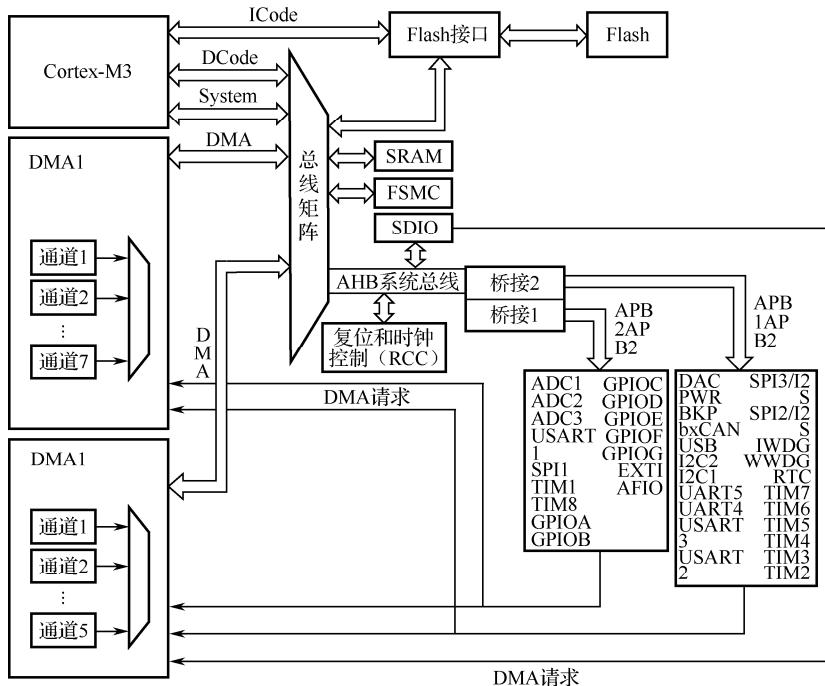
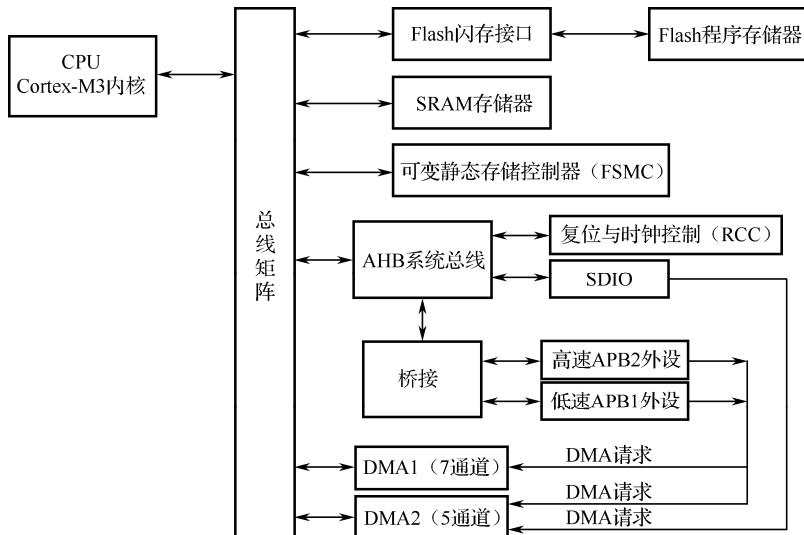

图 1.1 STM32F10X 系统结构图
图 1.2 STM32F10X 系统结构简化图
根据 ST 的官方手册, STM32F10X 的系统结构图如图 1.1 所示。
为更加简明地理解 STM32 单片机的内部结构, 对图 1.1 进行抽象简化后得到图 1.2, 这样对初学者的学习理解会更加方便些。
现结合图 1.2 对 STM32 的基本原理做一简单分析, 主要包括以下内容。
(2) 可将 Cortex-M3 内核视为 STM32 的“CPU”，程序存储器、静态数据存储器、所有的外设均通过相应的总线再经总线矩阵与之相接。Cortex-M3 内核控制程序存储器、静态数据存储器、所有外设的读写访问。
(3) STM32 的功能外设较多，分为高速外设、低速外设两类，各自通过桥接再通过 AHB 系统总线连接至总线矩阵，从而实现与 Cortex-M3 内核的接口。两类外设的时钟可各自配置，速度不一样。具体某个外设属于高速还是低速，已经被 ST 明确规定，可参阅图 1.1 标示的信息。所有外设均有两种访问操作方式：一是传统的方式，通过相应总线由 CPU 发出读写指令进行访问，这种方式适用于读写数据较小、速度相对较低的场合；二是 DMA 方式，即直接存储器存取，在这种方式下，外设可发出 DMA 请求，不再通过 CPU 而直接与指定的存储区发生数据交换，因此可大大提高数据访问操作的速度。
(4) STM32 的系统时钟均由复位与时钟控制器 RCC 产生，它有一整套的时钟管理设备，由它为系统和各种外设提供所需的时钟以确定各自的工作速度。